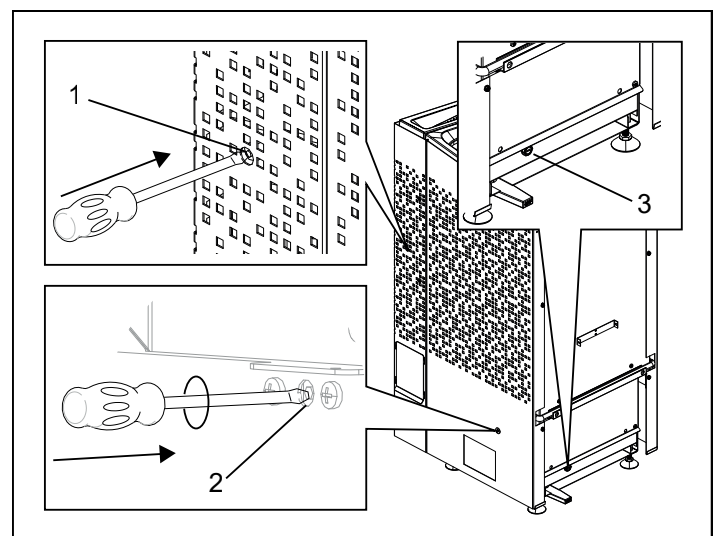

Abbildung 9: Zurücksetzen des Überhitzungsschutzes
- **Wasserbehälter** – Der Überhitzungsschutz des Behälters soll verhindern, dass der Heizstab trockenfällt. Auf der linken Seite (von vorn gesehen) befindet sich ein Loch. Verwenden Sie einen dünnen Gegenstand, um den Schutz zurückzusetzen (siehe Punkt 1 in Abbildung 9). Wenn Sie den Schutz aktiviert haben, lässt sich die Taste nur schwer betätigen, und beim Zurücksetzen ist ein Klicken zu hören. Wenn keine Abschaltung ausgelöst hat, sowie nach dem Reset fühlt sich die Taste elastisch an.
- **Heizung** – Der Überhitzungsschutz in der Heizung soll verhindern, dass Bauteile, Heizstäbe und Hölzer in der Sauna zu heiß werden. Auf der linken Seite (von vorn gesehen) befindet sich ein Loch. Verwenden Sie einen dünnen Gegenstand, um den Schutz zurückzusetzen (siehe Punkt 2 in Abbildung 9). Wenn Sie den Schutz aktiviert haben, lässt sich die Taste nur schwer betätigen, und beim Zurücksetzen ist ein Klicken zu hören. Wenn keine Abschaltung ausgelöst hat, sowie nach dem Reset fühlt sich die Taste elastisch an.